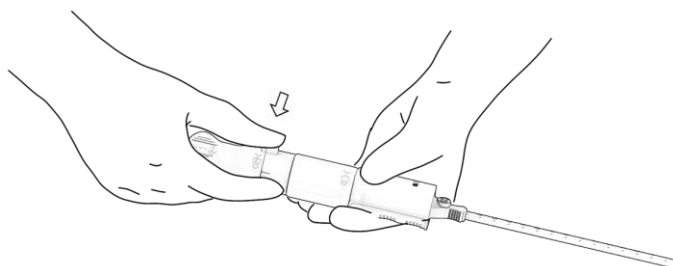

Figura 15. Libertação do bloqueio do came.
- Localize o bloqueio do came (marcado com "4") e prima totalmente este botão verde. Figura 15. Certifique-se de que está totalmente premido antes de avançar para o passo 5.